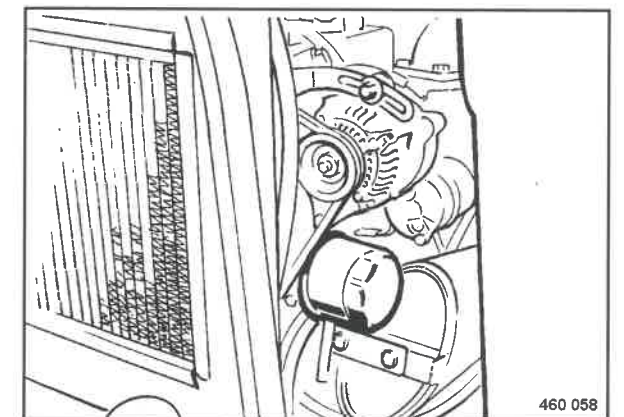

Fig. 103
- Svitare la cartuccia del filtro (Fig. 103) con una chiave a nastro adeguata.